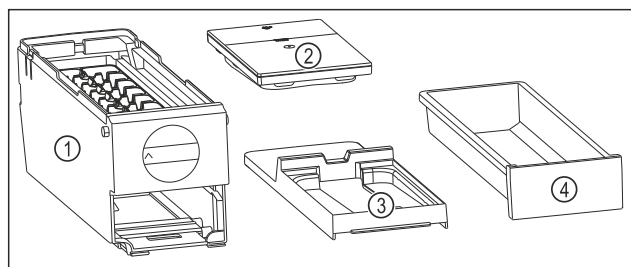

Fig. 133 Componente ale EasyTwist-Ice
- ▶ EasyTwist-Ice este dezasamblat în patru piese. (vezi Fig. 133)
- ▶ Dezasamblați EasyTwist-Ice numai în componentele ilustrate. (vezi Fig. 133)
- ▶ Curățați corpul EasyTwist-Ice Fig. 133 (1) ca un întreg.